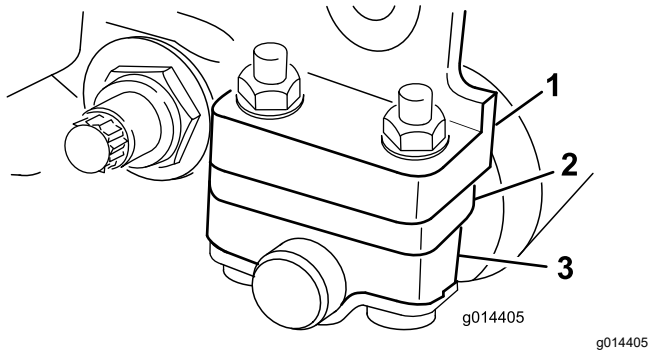

Figura 12
1. Ajuste los soportes del rodillo trasero al intervalo de alturas de corte deseado colocando la cantidad necesaria de espaciadores debajo de la brida de montaje de la placa lateral (Figura 12), según lo indicado en las Tablas de selección de alturas de corte y contracuchillas (página 16).